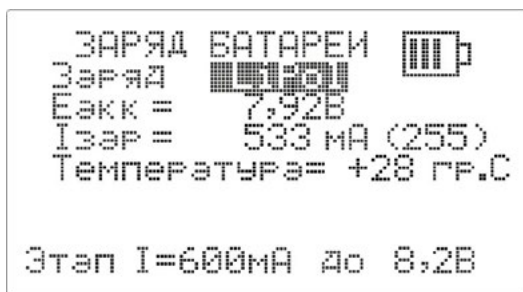

Рисунок 3
- 2) включить приемник – после загрузки появится экран «Заряд батареи» – **Рис. 3**;